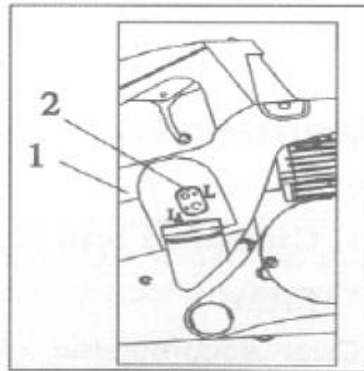

Fig 9
mică sau persistența unor emisii de noxe anormale), ar putea fi necesară o ușoară reglare a carburatorului, care include (ref. Fig. 9):
Găsiți Șurubul de reglare a turației reduse „L” (vezi Fig. 9) în interiorul orificiului de sus de pe capacul carburatorului, cu ajutorul unei șurubelnițe răsuciți șurubul L în sens orar până la capăt. După aceea răsuciți șurubul L înapoi (în sens antiorar) 360°.
- Dacă turația în gol este prea mică, este posibil ca motorul să se oprească după pornire. În acest caz, faceți mai întâi setarea standard, conform instrucțiunii de la punctul (a), apoi răsuciți în sens orar șurubul LA de reglare a turației în gol (vezi Fig. 9) din interiorul orificiului inferior de pe capacul carburatorului până când discul începe să se rotească. După aceea răsuciți șurubul LA înapoi (în sens antiorar) un sfert de cerc (90°).